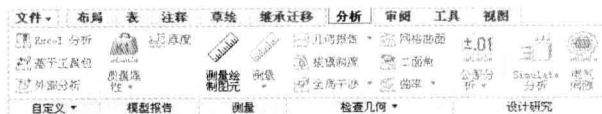

图 12-7 “分析”选项卡
- “分析”选项卡:主要用来对所创建的工程图进行测量、检查几何等,如图 12-7 所示。